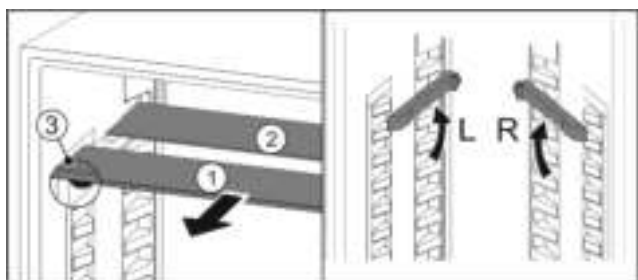

Fig. 19
- ▶ Glasplaten afzonderlijk vanaf de voorkant eruit trekken Fig. 19 (1).
- ▷ Glasplaat Fig. 19 (1) met de uittrekaanslagen bevindt zich aan de voorkant.
- ▷ Aanslagen zijn naar onder gericht Fig. 19 (3).